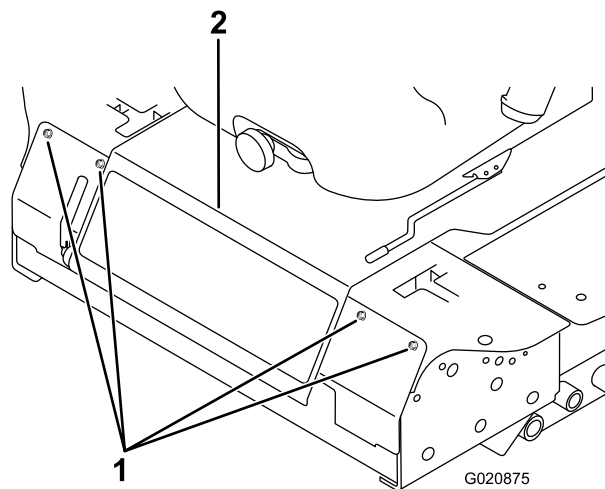

Bild 48
2. Nehmen Sie die Schrauben ab, mit denen die Frontplatte befestigt ist, und nehmen Sie sie ab (Bild 48).